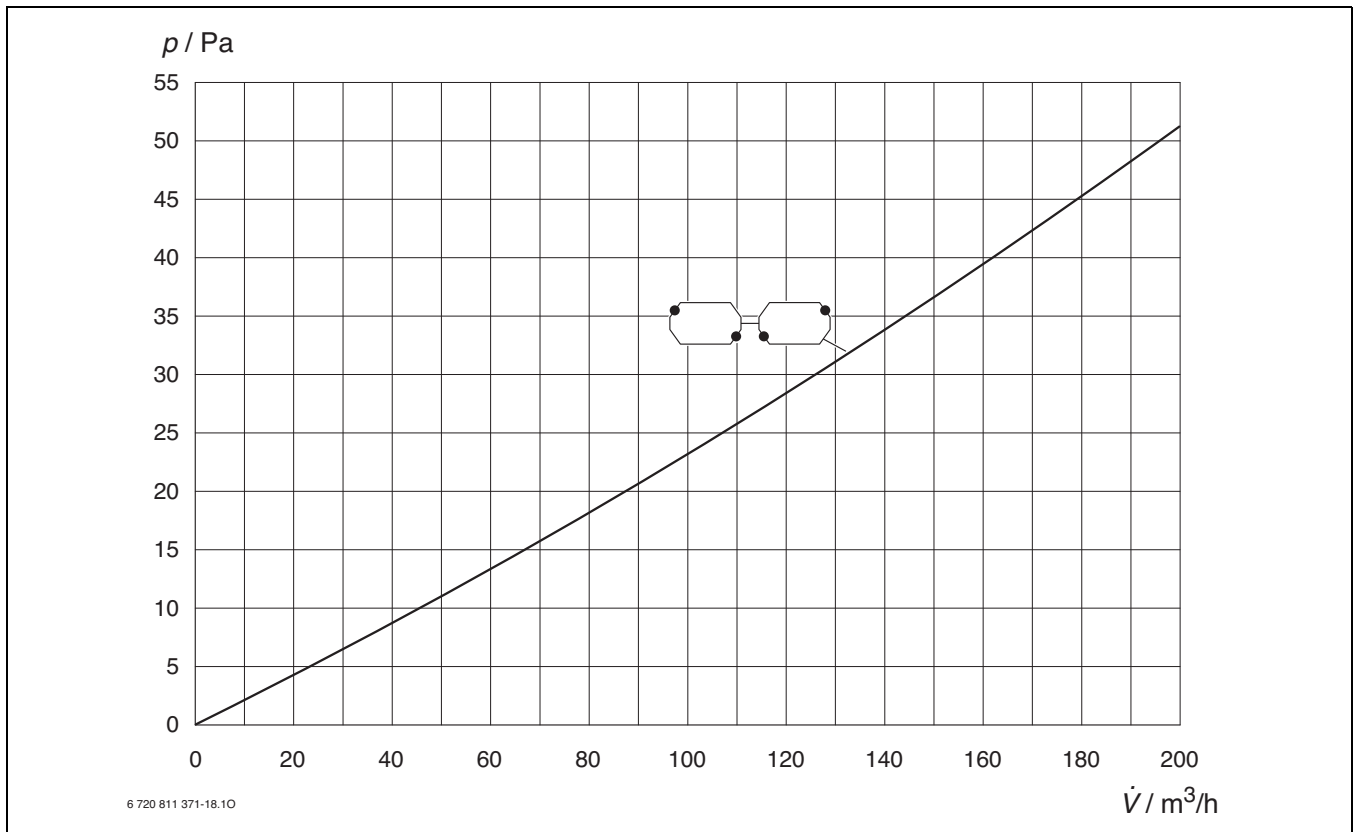
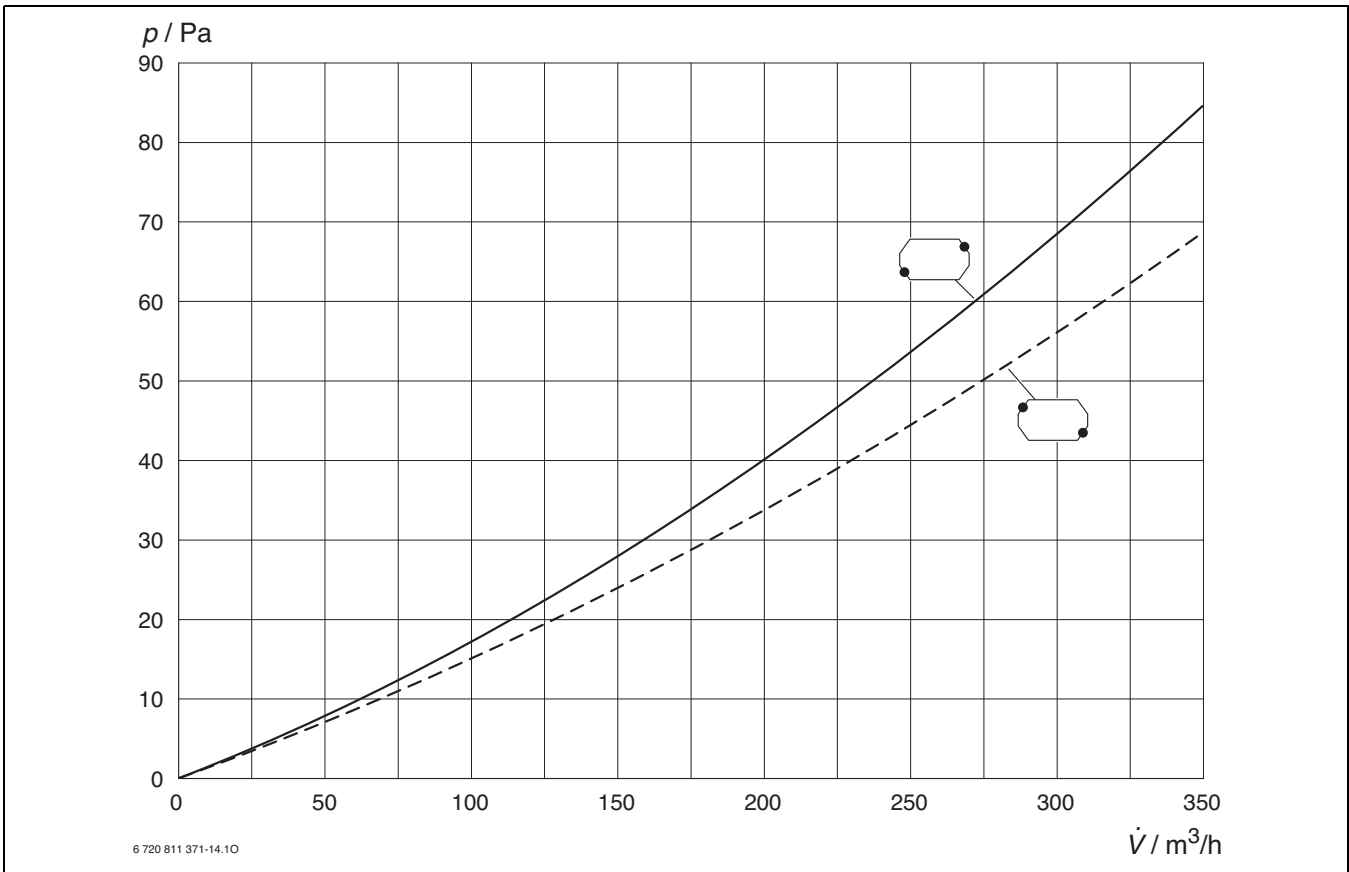
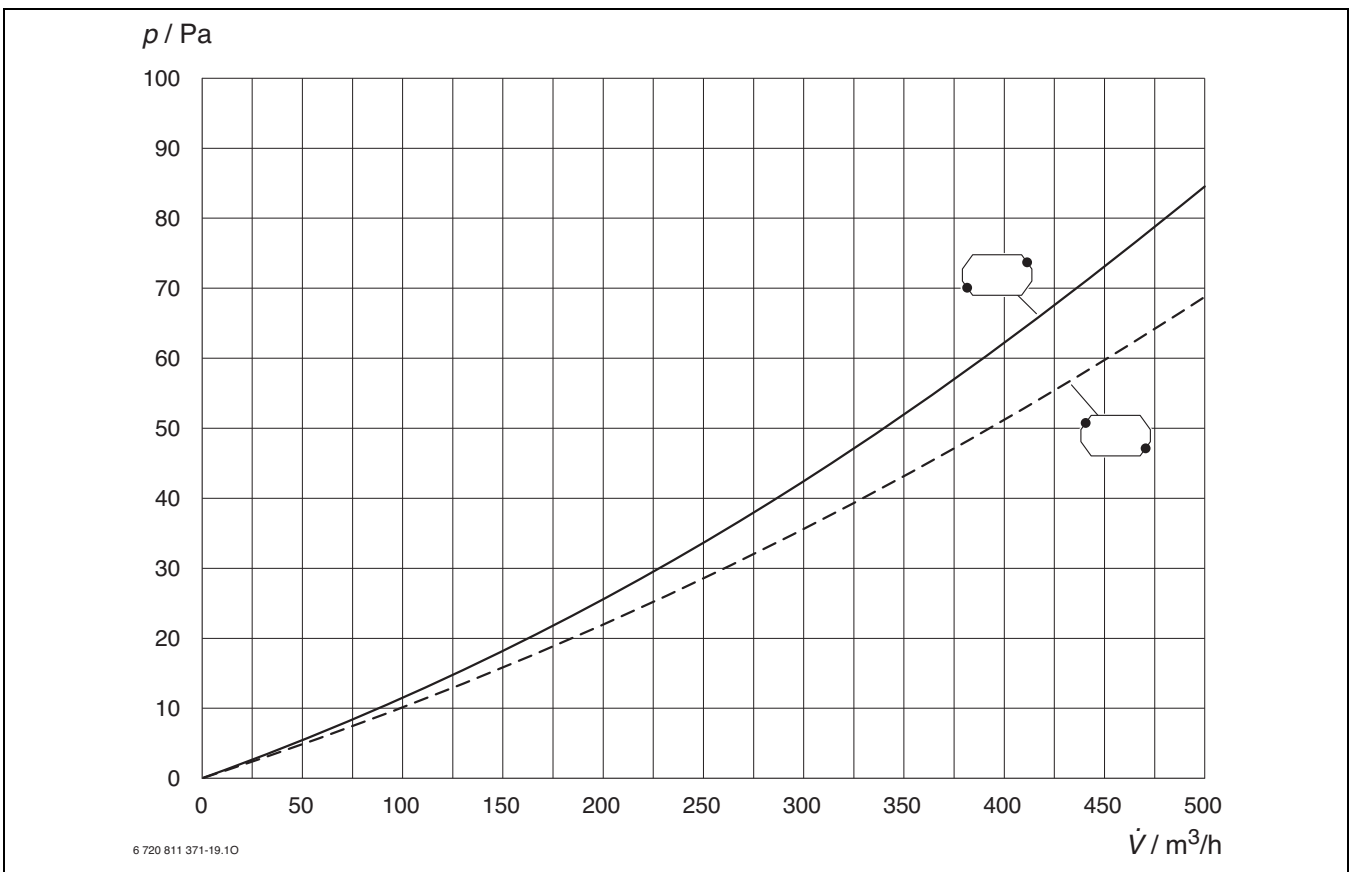

Bild 45 Volumenstrom und Differenzdruck HR 140 W(S)
Bild 46 Volumenstrom und Differenzdruck HR 230 W(S)
Bild 47 Volumenstrom und Differenzdruck HR 350 W(S)
Der Luftvolumenstrom der Anlage bei Nennlüftung (Stufe 3) wird über eine Differenzdruckmessung am Wärmetauscher eingestellt. Für den Wärmetauscher sind die Volumenströme abhängig vom Differenzdruck bekannt (→ Bild 45, Bild 46 bzw. Bild 47 ab Seite 29). Damit lässt sich über den Differenzdruck der Volumenstrom im Wärmetauscher und somit für die gesamte Lüftungsanlage einstellen.
- Mit dem Nenn-Volumenstrom der Anlage den über den Wärmetauscher anfallenden Druckverlust für das linke und das rechte Gebläse aus Bild 45, Bild 46 bzw. Bild 47 (Seite 29 ff.) oder dem Aufkleber auf der Abdeckung des Wärmetauschers ablesen.